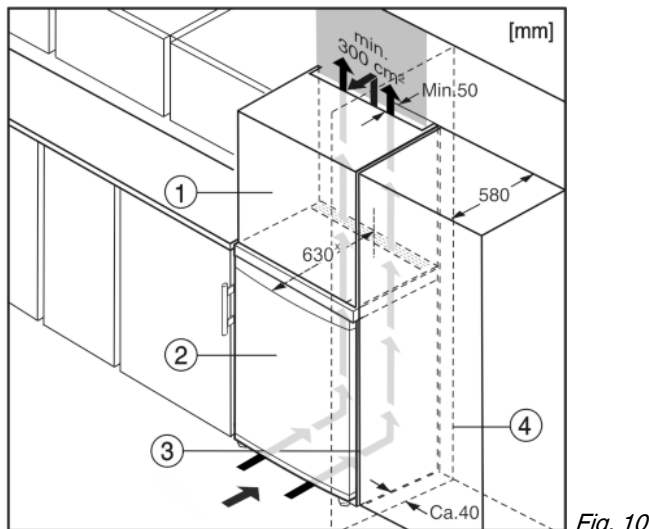

Fig. 10
- (1) Aufsatzschrank
- (2) Gerät
- (3) Küchenschrank
- (4) Wand
Das Gerät kann mit Küchenschränken umbaut werden. Um das Gerät Fig. 10 (2) der Küchenzeilenhöhe anzugleichen, kann über dem Gerät ein Aufsatzschrank Fig. 10 (1) angebracht werden.
Beim Umbau mit Küchenschränken (Tiefe max. 580 mm) kann das Gerät direkt neben dem Küchenschrank Fig. 10 (3) aufgestellt werden. Das Gerät steht seitlich 34 mm* und in der Gerätemitte 50 mm* gegenüber der Küchenschrankfront vor.
Wenn das Gerät mit den Scharnieren neben einer Wand Fig. 10 (4) aufgestellt wird, muss der Abstand zwischen Gerät und Wand mindestens 40 mm betragen. Dies entspricht dem Griffüberstand bei geöffneter Tür.